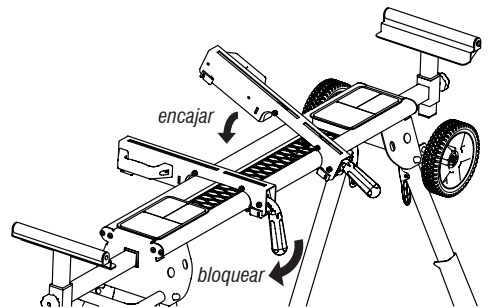

Fig. 7 – Fijación del soporte en la bancada
1. Los soportes de montaje de liberación rápida encajan al chasis de la sierra de escuadra. Utilizando las asas en los soportes de montaje de liberación rápida, levante la sierra de escuadra y coloque la liberación rápida de los soportes de montaje en los soportes de la sierra de escuadra (Fig. 7).